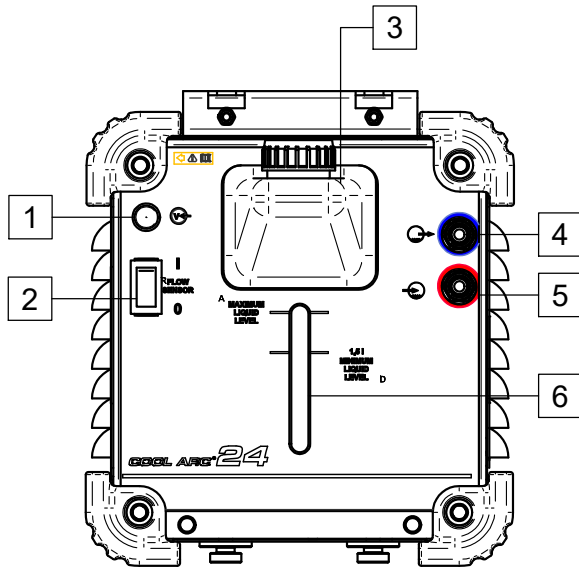

Bild 3
- Koppla in kylslangarna på kylarens inlopp [5] och utlopp [4] (bild 3).